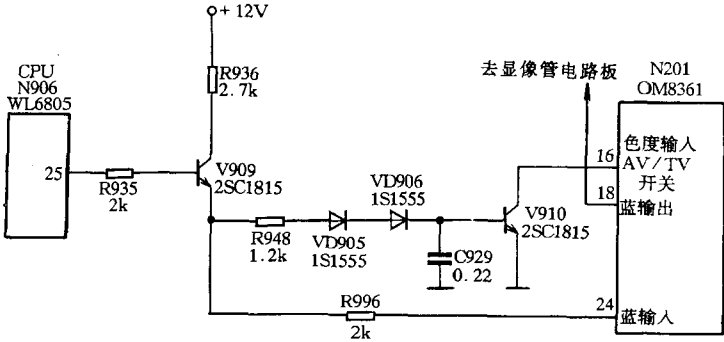

图 1-2 海尔 HP-2505A 彩电蓝背景控制局部电路
分析与检修:参见图 1-2 海尔 HP-2505A 彩电蓝背景控制局部电路。该机蓝背景是由微处理器 N906(WL6805)的②脚输出信号控制的。当有信号而无蓝背景时,②脚电压为 0V;无信号而有蓝背景时,②脚电压为 4V。当②脚为高电平时,V909、V910 导通,使 N201(OM8361)的⑱脚电压为 0V,此时 N201 内部开关选择蓝背景信号输出,同时,V909 射随后的蓝背景信号经 R996 送至 N201⑭脚(B 输入),经 N201 内部处理后从⑰脚输出蓝背景信号到蓝视放输入级。检查 N906 的②脚在无信号时电压为 3.9V,正常,V909 基极和发射极电压分别为 3.8V 和 3.2V,V910 基极电压为 0.7V,正常,说明蓝背景控制电路正常。再测 N201 的⑱脚电压为 0.2V,说明 N201 内部开关已选择了蓝背景信号输出,但此时无蓝背景且屏幕无光,估计是 N201 损坏,试更换 OM8361 集成电路后试机。蓝背景功能恢复正常。